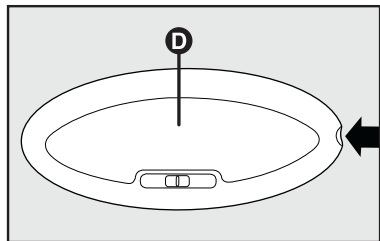
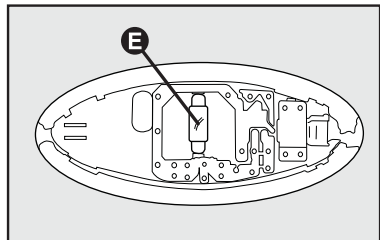

fig. 32
fig. 33
CONJUNTO DE LUZ INTERNA TRASERA - fig. 32 y fig. 33
- recolocque el plafón **D-fig. 32** en su alojamiento, comprobando el bloqueo.